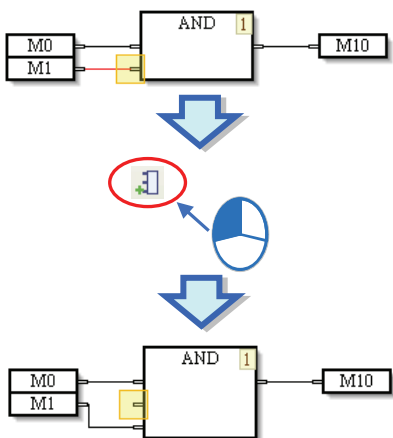

图 12-16 新增的输入接脚
(4) 另一方面，若先选择某个输入接脚，再按下「新增输入接脚」按钮后，则会在选择的输入接脚上方插入一个输入接脚，如图 12-16。